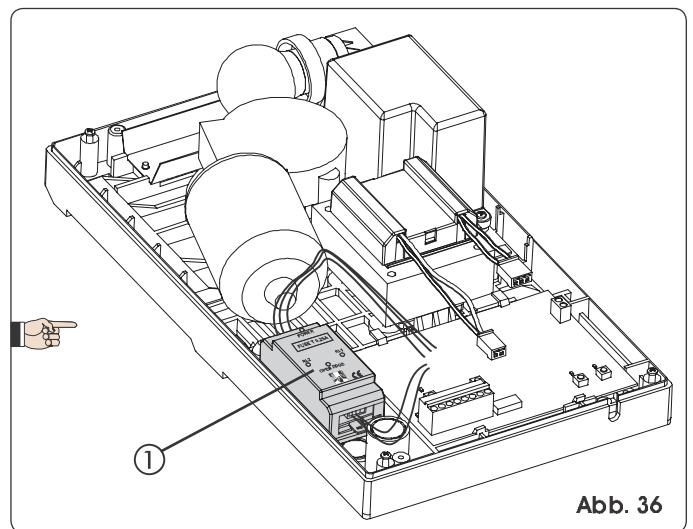

Abb. 36
Die Verwendung der Sicherheitsleiste mit Leiterelement wird dadurch erleichtert, dass die entsprechende Steuereinheit in den Antrieb integriert werden kann (Abb. 36 Bez. ①).
- Die Kontrolleinheit wie in der Abb. 36 angegeben positionieren.